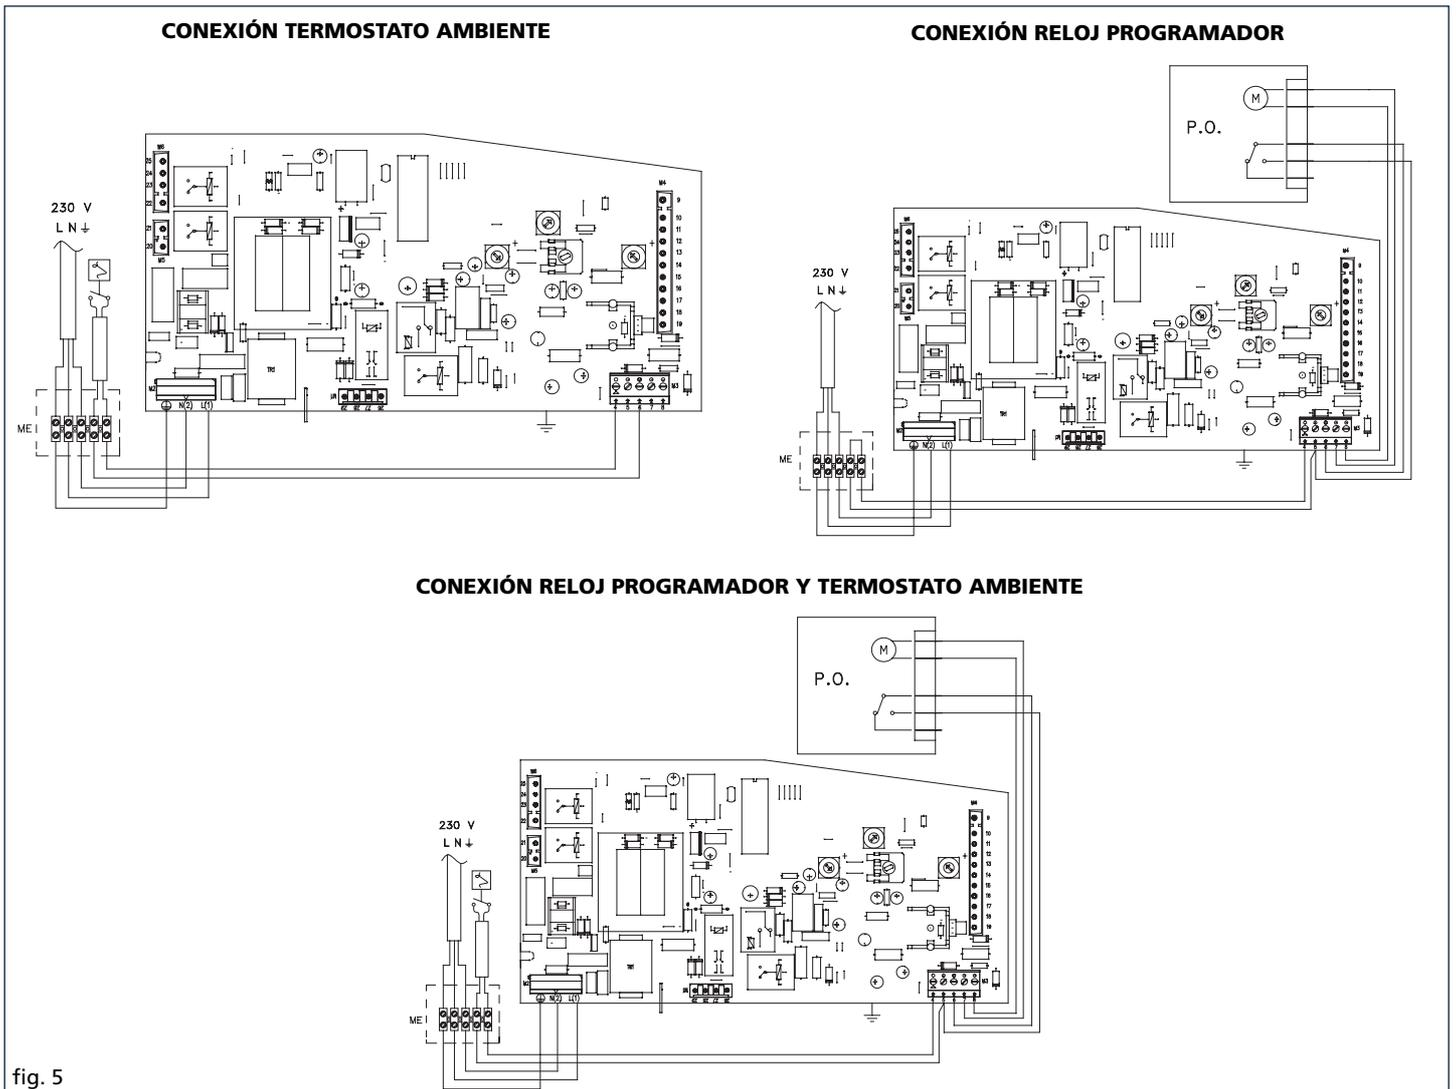

fig. 5
- para conectar el termostato ambiente referirse al esquema de la fig. 5. Tener en cuenta que los cables del termostato ambiente deben soportar 230 V;
- volver a colocar la tapita (H);